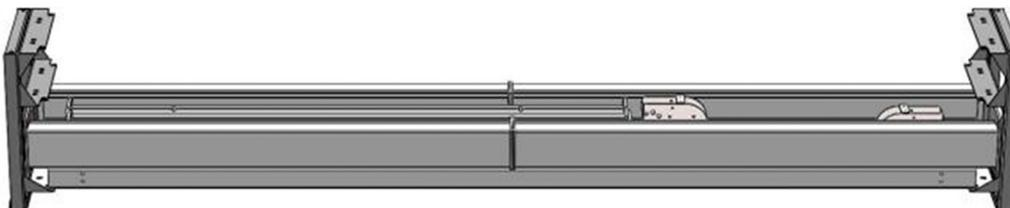

Fig. 11
4. Retire as peças na plataforma externa, solte os parafusos da embalagem intermediária, retire a plataforma externa/plataforma lado de acionamento da embalagem intermediária (ver Fig. 11).